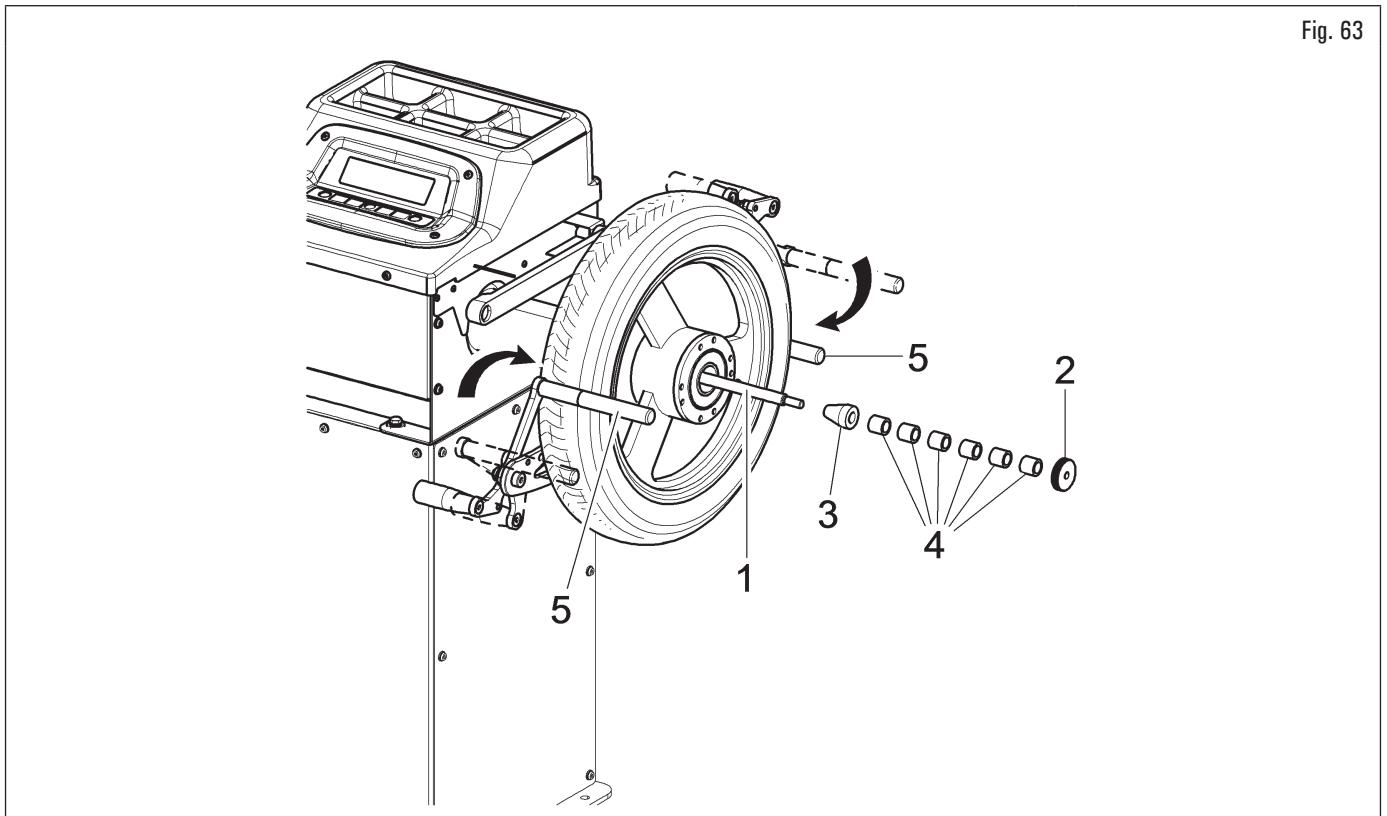

Fig. 63
4. apretar la rueda en el eje (Fig. 63 ref. 1) girando el volante estriado (Fig. 63 ref. 2) tras haber interpuesto, en secuencia, como (Fig. 63 ref. 3) y espaciadores (Fig. 63 ref. 4). Acercar manualmente los brazos de retención (Fig. 63 ref. 5) al neumático, como indicado en Fig. 63.